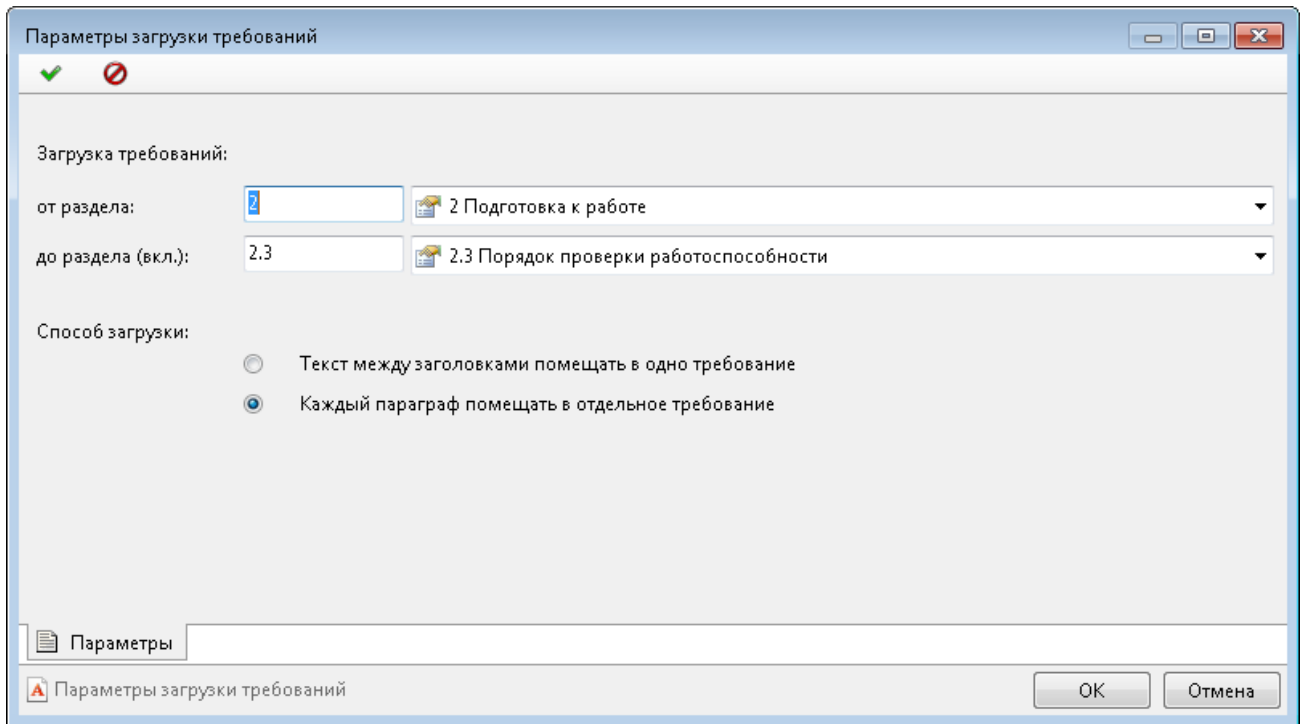

Рисунок 314 — Окно «Параметры загрузки требований»
4.4 откроется окно «Параметры загрузки требований» (Рисунок 314);